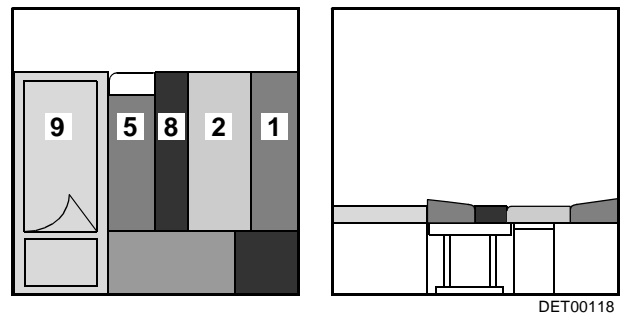

Fig. 68 Después de la transformación
- Colocar el cojín del respaldo (Fig. 68,1) entre el cojín del asiento (Fig. 68,2) y la pared.
- Colocar el cojín adicional (Fig. 68,8) junto al cojín del asiento.
- Colocar el cojín del respaldo (Fig. 68,5) entre el cojín adicional y la cama (Fig. 68,9).